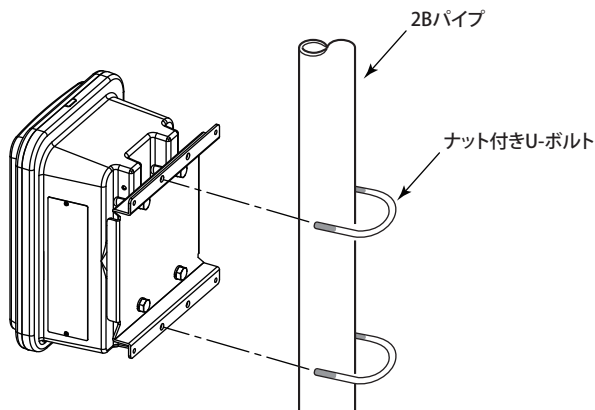

図2.7 パイプへの取付
- (1) 変換器取付用のパイプ（呼び寸法 50A: 外径 60.5 mm）を、垂直方向に、十分な強度を持たせて設けてください（変換器の質量は約 16 kg です）。
- (2) 変換器をパイプに取り付けます。図 2.7 の要領でパイプへしっかり固定してください。